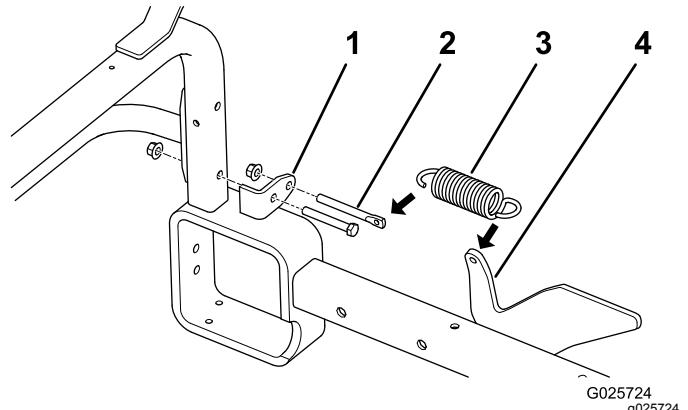

Bild 26
2. Nehmen Sie die **untere** Mutter und Schraube ab, mit denen jede Befestigungshalterung des Anbauvorrichtungsrohr an den vertikalen Rahmenrohren befestigt ist (Bild 26).
Hinweis: Positionieren Sie die Federhalterungen wie in Bild 26 abgebildet.